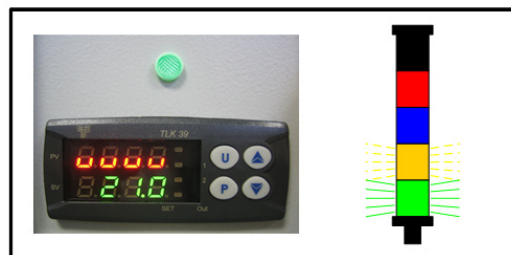

Abbildung 9
4.1.2. Nach ca. 5 Sekunden ändert sich die Anzeige der Steuereinheit. Wenn kein Ausgang vorhanden ist, wird vom Drucker ein Temperatursignal angezeigt, auf der Steuereinheit wird „UUU“ angezeigt, und das orangefarbene Rundumleuchtensegment blinkt schnell. Die TRE startet nicht (Abbildung 9).